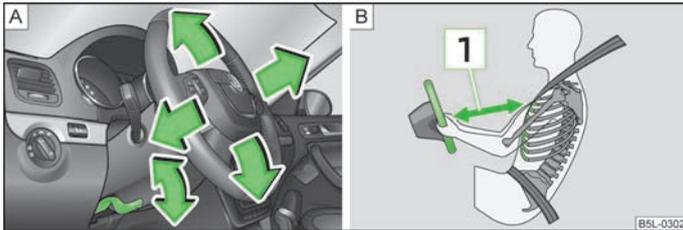

Fig. 93 Volant réglable : Manette à côté de la colonne de direction/distance de sécurité au volant
- Rabattez la manette sous le volant vers le bas » fig. 93 - A.